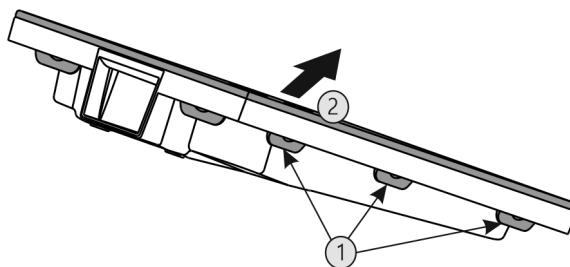

Fig. 39
- ▶ Stlačte za sebou všechny západky *Fig. 39 (1)* a sejměte kryt *Fig. 39 (2)*.